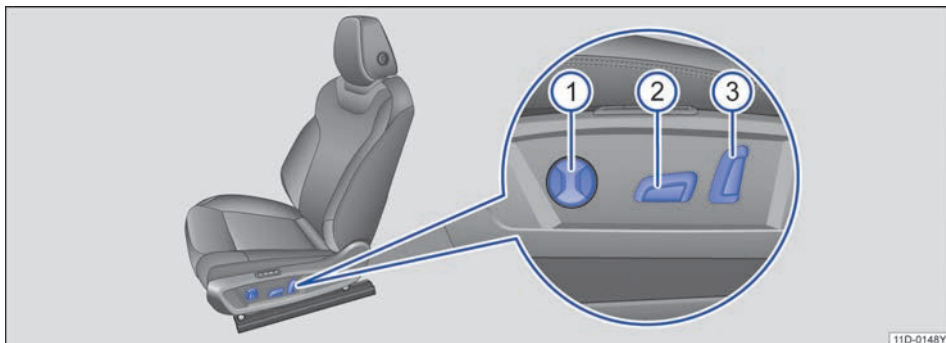
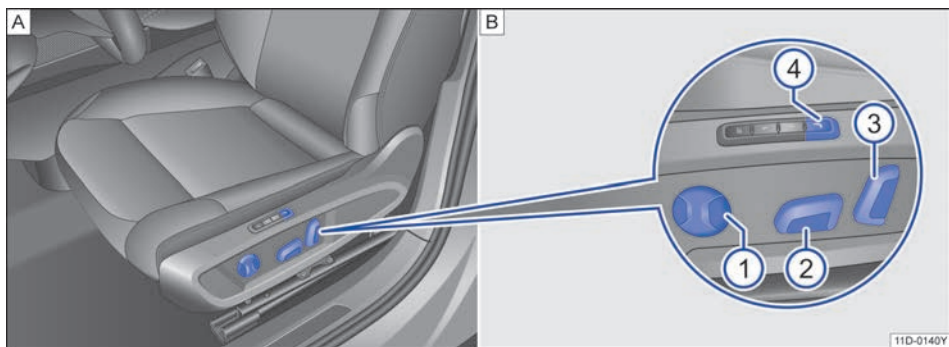

图 58 电动调整式座椅的操作元件
图 59 部分车型电动调整式座椅的操作元件
请移动相应的开关→图 58 或 →图 59，把座椅调整得与身材相适应。
- ① 调整腰部支撑。
- ② 调整座椅前后位置、座椅面高度和倾斜角度。
- ③ 调整座椅靠背倾斜角度。
- ④ 部分车型按摩功能操作：
打开：按下按钮→图 59 ④ 时，腰托先恢复到最后位置，再开始按摩。根据腰托当前所在位置不同，恢复过程最多持续 15 秒后，按摩功能启动。
关闭：再次按下按钮→图 59 ④ 关闭按摩功能。按摩停止后，腰托恢复到启动按摩功能前的位置。
按摩功能开启时，按下腰部支撑按钮→图 59 ① 前后位置，可以调节按摩强度，按摩强度一共分三档。